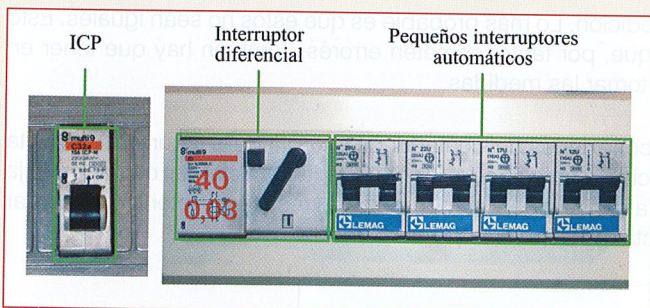

Figura 3.10. Cuadro de protección de una vivienda.
- 3.4.** En las instalaciones eléctricas de viviendas, junto al cuadro de mando y protección, e inmediatamente antes, se sitúa el «Interruptor de control de potencia (ICP)» (Figura 3.10). Este es un interruptor automático que determina la potencia simultánea disponible, de acuerdo con el contrato de suministro de energía eléctrica. Este interruptor desconecta la instalación; se «dispara» cuando la suma de las potencias de los aparatos conectados a la vez sobrepasa la potencia contratada. ¿De qué calibre (intensidad a la que dispara) será el interruptor de control de potencia, si la potencia contratada es de 4,4 kW a la tensión de 230 V?